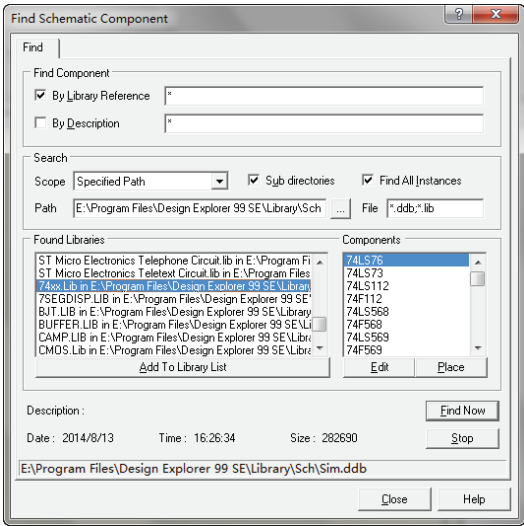

图 2-18 “Find Schematic Component”对话框
2) 选择“Tools”→“Find Component”命令，使用原理图的查找元器件功能来装载库文件。执行该命令后，系统会打开如图 2-18 所示的“Find Schematic Component（查找原